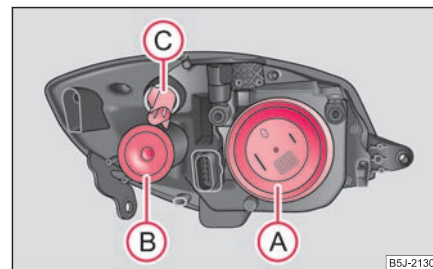

Abb. 211 Scheinwerfer vorn:
Positionen der Glühlampen im Scheinwerfer vorn ⇒ Seite 225, Abb. 211.
- Nehmen Sie die Schutzkappe ab (A) ⇒ Seite 225, Abb. 211.
- Drehen Sie die Lampenfassung **C** nach links ⇒ Seite 225, Abb. 211 und nehmen Sie die Lampenfassung mit der Glühlampe heraus.
- Nehmen Sie die Schutzkappe ab **B** ⇒ Seite 225, Abb. 211.